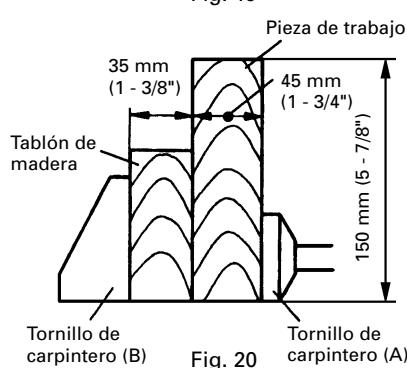

Fig. 20
- (2) En la Fig. 20 se muestran las dimensiones de una pieza de trabajo a cortarse con un ángulo de 45°. La utilización de una placa, como se muestra en la figura, permitirá el corte de piezas de trabajo de hasta 45 mm (1-3/4") de anchura x 150 mm (5-7/8") de altura. Al salir de fábrica, la hoja de sierra de la herramienta ha sido ajustada para cortar piezas de 150 mm (5-7/8") de altura.